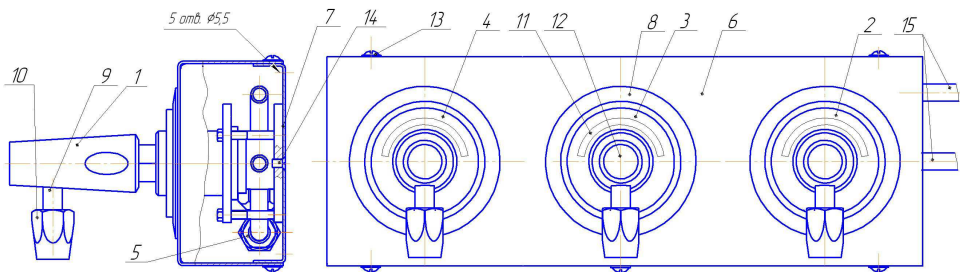

Рис.1 СКБ-1 ДЖЕТ 395 00 00 00
4.1 СКБ-1 в сборе (см. рис.1) состоит из трех штекеров газовых 1, трех клапанов газовых 2,3,4, коробки монтажной, состоящей из крышки 6 и основания 7
4.6. Для выключения СКБ-1 необходимо нажать до упора на соответствующую планку запорную 8 (см. рис.1) и вынуть штекер газовый 1 из клапана газового.
5.1 Для установки СКБ-1 см. рис.1 необходимо: